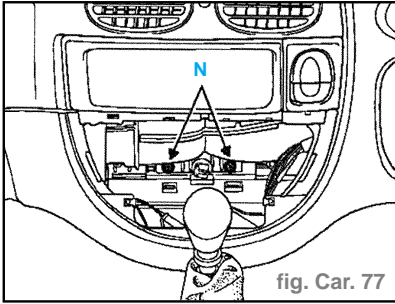

fig. Car. 77
- les fixations de la planche de bord sur le boîtier de chauffage, deux vis (N). (fig. Car. 77)